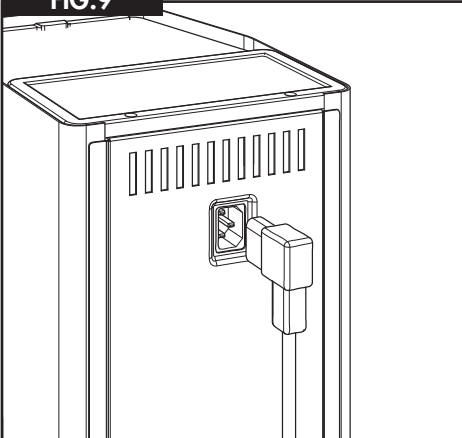

**FIG.2****FIG.3****FIG.4****FIG.5****FIG.6****FIG.7**
1. Togliere il coperchio del serbatoio dell'acqua (Fig.2) e riempirlo con acqua fredda fino al livello MAX del serbatoio (Fig.1-13).